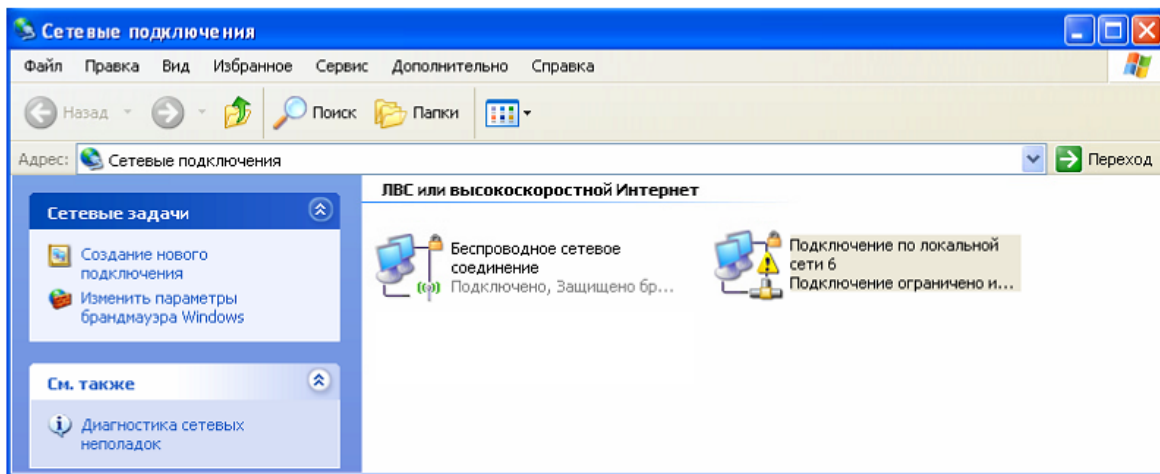

Рисунок 44.
6.1.11 Перейдите в настройку «Сетевые подключения». В списке «ЛВС и высокоскоростной Интернет» отобразится и станет активным новое сетевое соединение. Соединение будет иметь признак «Подключение ограничено или отсутствует». Рисунок 44.